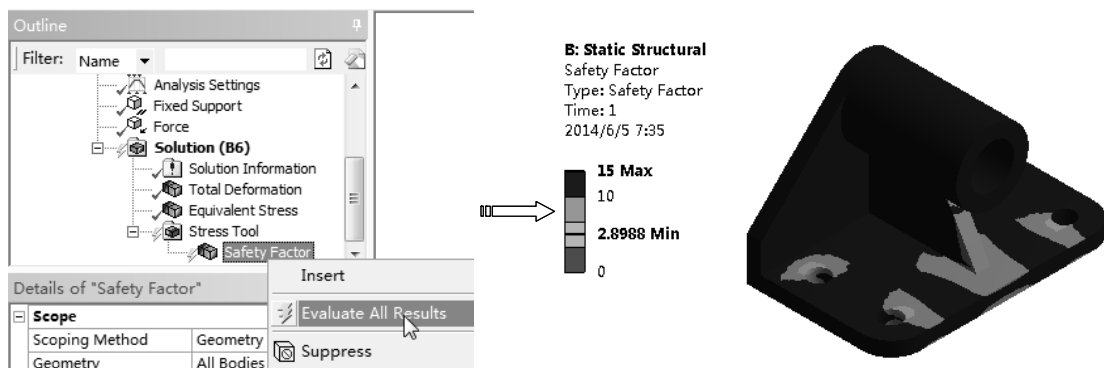

图 5-83 安全系数分布图
5) 选中【Safety Factor】节点，单击鼠标右键，在弹出的快捷菜单中选择【Evaluate All Results】命令，然后单击【Stress Tool】项下的【Safety Factor】节点，以颜色方式显示安全系数分布图，如图 5-83 所示。